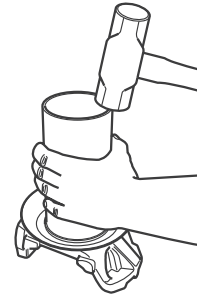

Figura 9.15
4. Si un deflector es necesario, utilice una sección de tubo y un martillo de bronce para pulsar el deflector quedando en el yugo final para evitar dañar el deflector. Figura 9.15